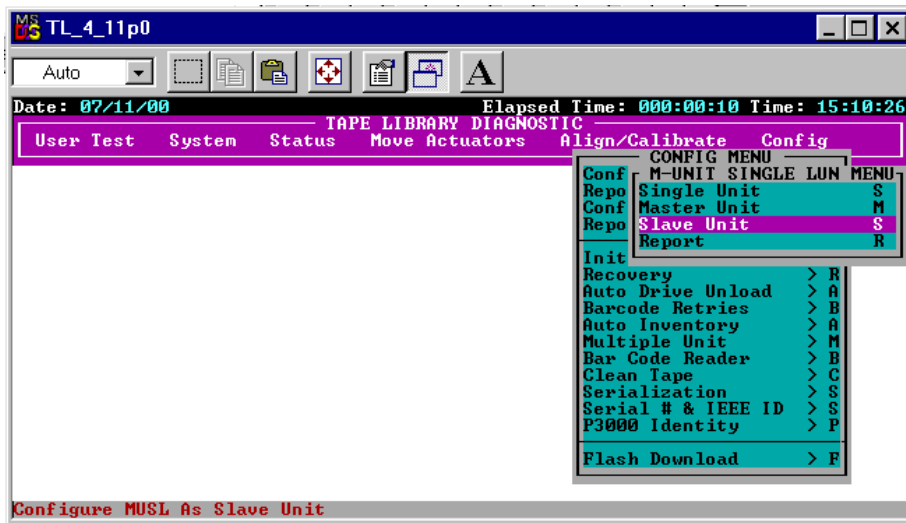

Figure 3-13. Sous-menu Multi-Unit Configuration (configuration multilibrairie)
3. Dans le sous-menu Multi-Unit, sélectionnez Master Unit (unité maître) ou Slave Unit (unité esclave) pour la configuration de librairie (voir la Figure 3-13). La librairie connectée à l'hôte correspond à la librairie maître. Chaque librairie d'un système multilibrairie peut être maître. Les librairies restantes sont esclaves.